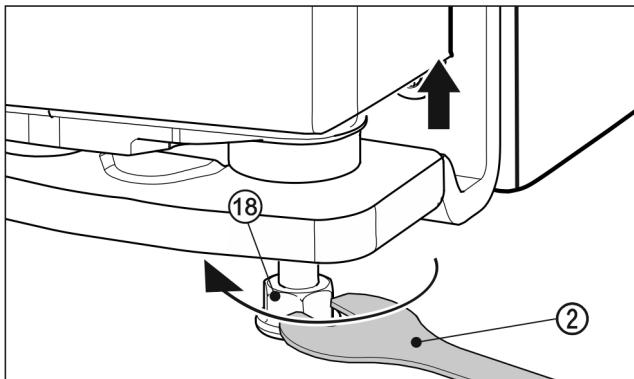

Fig. 25
- ▶ 使用附带的叉形扳手 Fig. 25 (2) 向右旋转垫脚 Fig. 25 (18)，直到接触地面，以便抬起门。之后继续旋转，直到门的高度调整完毕。交货时，轴承螺栓处于完全拧入状态。